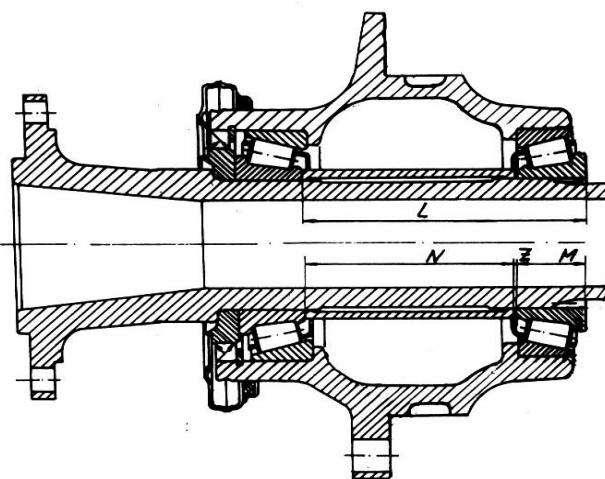

Рис.4 Размеры для расчета сборки ступицы
7. Чтобы достичь при сборке конических роликоподшипников и ступицы колеса требуемого значения зазора в интервале $\pm 0,05\text{мм}$, необходимо рассчитать толщину регулирующих прокладок 56...59 между распорной втулкой 30 и внутренним кольцом конического роликоподшипника. Толщина прокладок получается из соотношения (рис.4):